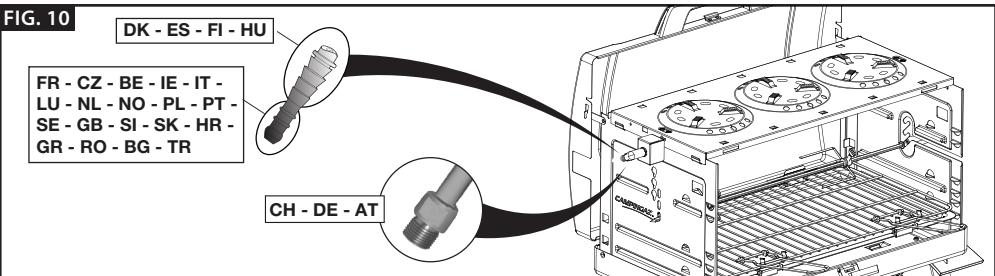

FIG. 11
8. Wenn Sie einen Rost zum Grillen verwenden, montieren Sie den Rost an der Fettauffangschale (Abb. 11). Die Fettauffangschale dient auch als Reflexionsfläche, um die Hitze wirkung aufrecht zu erhalten. Zum Zusammenbauen (Abb. 11) führen Sie die Laschen der Fettauffangschale in die Öffnungen am Rand des Rostes ein (A), drücken Sie den Rost gegen die Laschen der Fettauffangschale (B) und befestigen Sie das andere